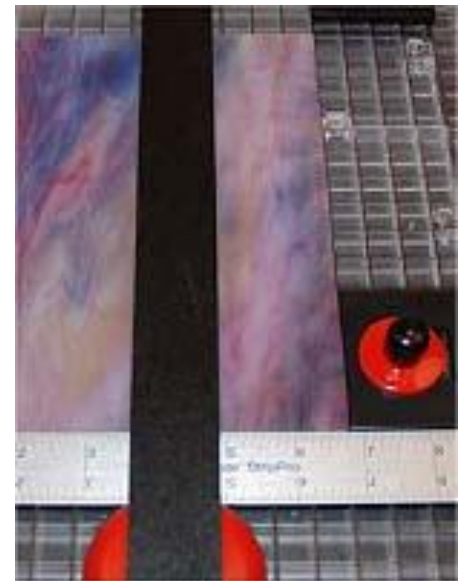

Abbildung 3
3. Sperren Sie Ihre Glasstopfen in diese Position. Dann schneiden Sie das Glas auf dass Breite. (Bild 3)